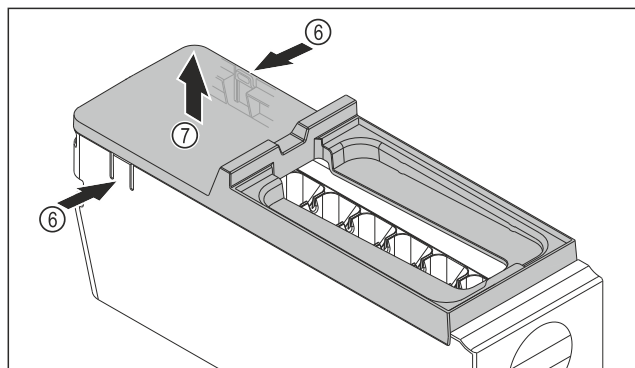

Fig. 111
- ▶ Abdeckung des EasyTwist-Ice-Korpus entnehmen: Laschen Fig. 111 (6) an den beiden Seiten des EasyTwist-Ice-Korpus mit einer Hand drücken.
- ▶ Abdeckung Fig. 111 (7) mit der anderen Hand nach oben entnehmen.